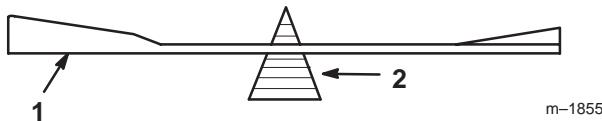

Figure 38
2. Vérifiez l'équilibre de la lame en la plaçant sur un équilibrage (Fig. 38). Si la lame reste horizontale, elle est équilibrée et peut être utilisée. Si la lame est déséquilibrée, limez un peu l'extrémité de la partie incurvée seulement (Fig. 36). Répétez la procédure jusqu'à ce que la lame soit équilibrée.